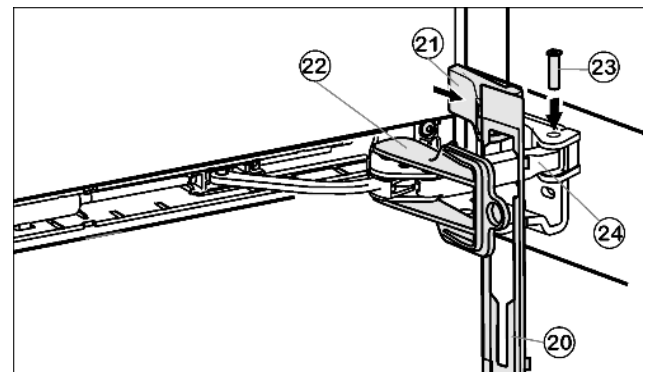

Рис. 14
- ▶ Натяните заглушку Рис. 14 (20) на рычаг доводчика таким образом, чтобы стопор показался наружу и передней стороной к прибору.
- ▶ Потяните рычаг доводчика Рис. 14 (24) к опорной детали и сверху вставьте болты Рис. 14(23) таким образом, чтобы квадратная головка села в углубление.
- ▶ Установите защитную крышку Рис. 14 (21) и зафиксируйте ее.
- ▶ Отвинтите предохранитель *Рис. 14 (22)*.
- ▶ Вставьте заглушку *Рис. 14 (20)* на дверь и зафиксируйте ее.